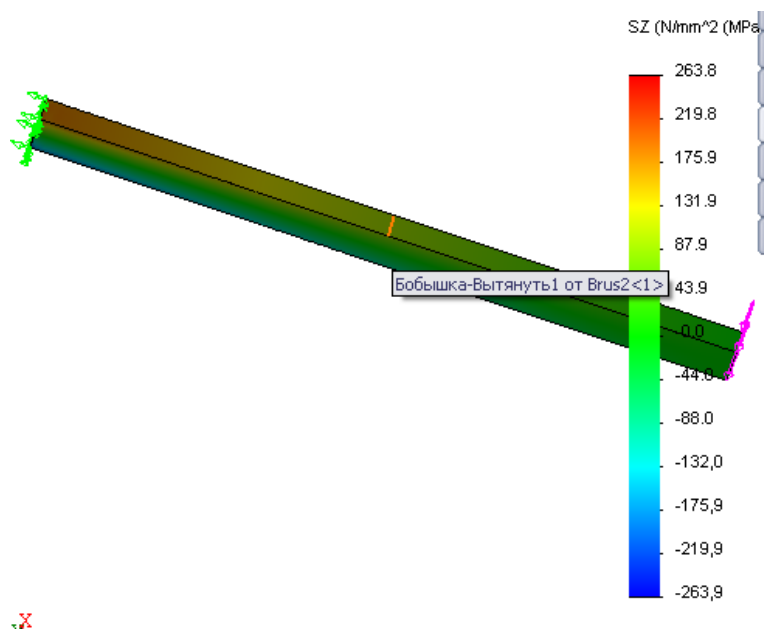

Рисунок 3.3 – Эпюра нормальных напряжений
- Выберите верхнюю кромку поверхности сопряжения двух консолей для **Грани, Кромки или Вершины**  (рис. 3.3).